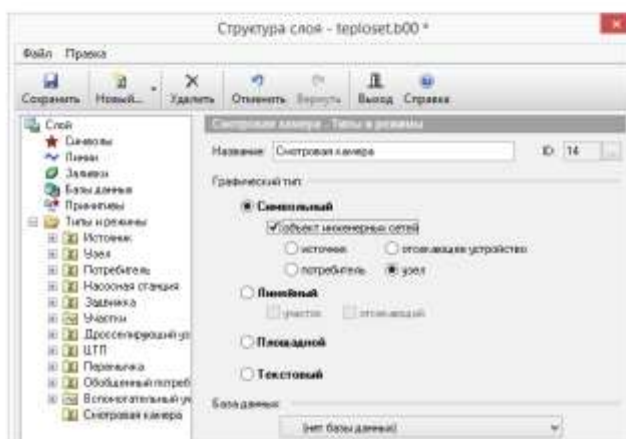

Рисунок 4.13. Название нового типа
2. В строке *Название* открывшейся закладки ввести пользовательское название типа, которое одновременно отобразится и в появившейся строке дерева типов. Например, *Смотровая камера*, как показано на Рисунок 4.13. «Название нового типа».